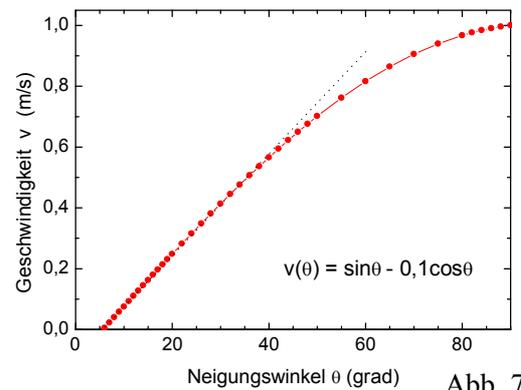

Abb. 7
Für Winkel bis ca. 40° steigt v linear an (Abb. 7). Die Bremskraft F_W und die Geschwindigkeit lassen sich also durch die Wahl des Materials (Masse m , Widerstand R , effektive Breite h der stromdurchflossenen Platte) grob vorgeben. Eine Feineinstellung erfolgt dann durch die Variation des Magnetfeldes B .
- 4.6 Tragen sie die Geschwindigkeit der Aluminiumplatte im Bereich des B -Feldes über dem Neigungswinkel auf. Erhalten Sie die erwartete lineare Funktion (Abb. 7)? Welche Größen müsste man verändern, um bei festem Neigungswinkel die Geschwindigkeit stärker zu reduzieren?